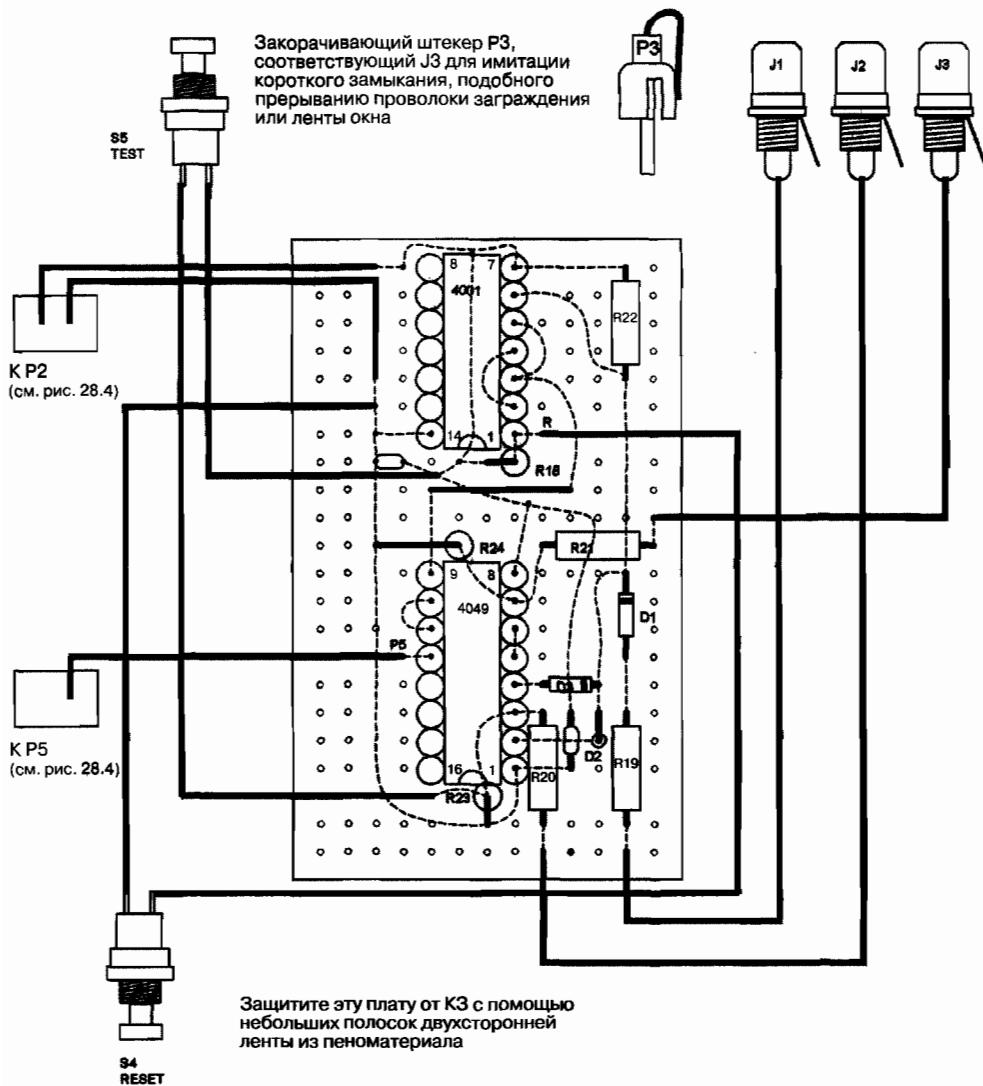

Рис. 28.7. Расположение компонентов на сенсорной плате и внешние подключения
5. Соберите сенсорную плату в соответствии с рис. 28.7 с использованием макетной платы $5,07 \times 3,81$ см с перфорацией шагом 0,25 см.